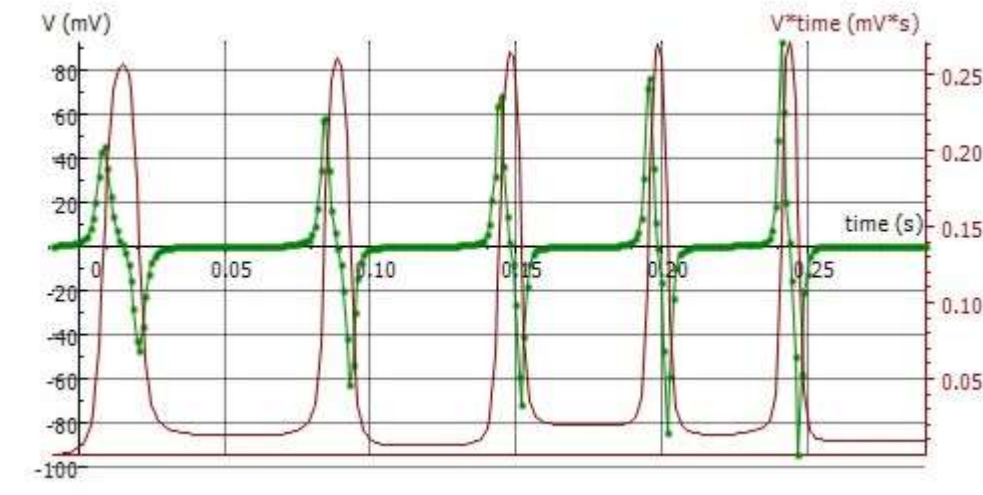

Fig. 3: Decursos temporais da voltagem induzida  $U$  e do fluxo magnético  $\Phi$
No experimento, um ímã permanente cai através de um tubo com seis bobinas idênticas conectadas em série. O curso temporal da tensão induzida é anotado (curva verde na Fig. 3).
A curva verde na Fig. 3 mostra o decurso registrado da voltagem.
No diagrama, na janela "Integral", a grandeza " $V*t$ " é representada na unidade " $mV*s$ " (curva violeta na Fig. 3). Esta corresponde, conforme a equação (2), ao fluxo magnético  $\Phi$ .
O fluxo magnético assume seu valor máximo quando a voltagem induzida volta a zero (Fig. 3), ou seja, quando o imã alcança o centro da bobina. As áreas sob todos os sinais positivos e negativos da voltagem são iguais em termos de valor (vide acima). Elas correspondem ao fluxo magnético máximo  $\Phi$  do imã permanente no interior de cada bobina. Por isto, o fluxo magnético máximo alcança para todas as bobinas no âmbito da precisão de medição o mesmo valor  $\Phi_{\max} \approx 250 \mu Vs$ .